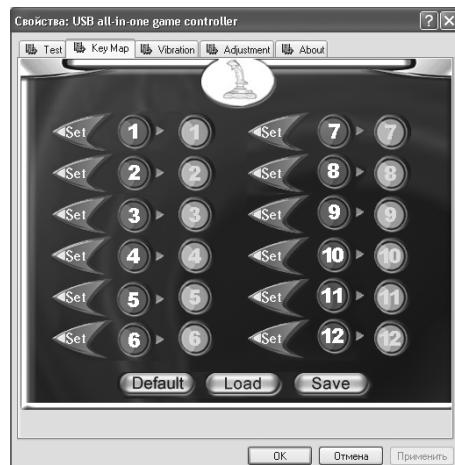

Рис. 6
• Перепрограммирование клавиш. Кликните кнопку меню «KeyMap» (рис. 6) в интерфейсе ПК для того, чтобы начать программирование кнопок в окне настроек; потом кликните кнопку «Set» перед цифровой кнопкой, которую вы хотите перепрограммировать, потом нажмите ту же кнопку, чтобы подтвердить перепрограммирование.